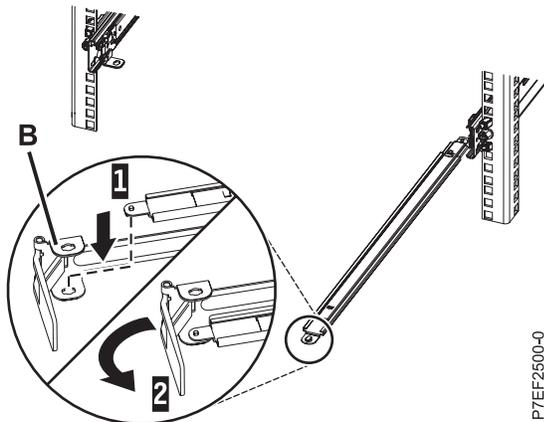

Abbildung 13. Anschlagwinkel des Kabelträgers am Stützarm befestigen
2. Suchen Sie die Bohrung an der unteren inneren Ecke des L-förmigen Kabelträgerhaltewinkels (**B**). Platzieren Sie das freie Ende des Stützarms so, dass die Sperrzunge an der Unterseite seiner Spitze an dieser Bohrung ausgerichtet ist. Setzen Sie die Lasche in die Bohrung (**1**) ein und drehen Sie die Halterung (**2**), um sie an dem Stützarm zu befestigen, wie in Abb. 13 dargestellt.